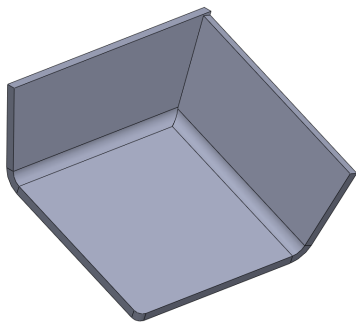

图 9-34 创建闭合角特征效果
(4) 单击【确定】按钮，即可创建闭合角特征，如图 9-34 所示。